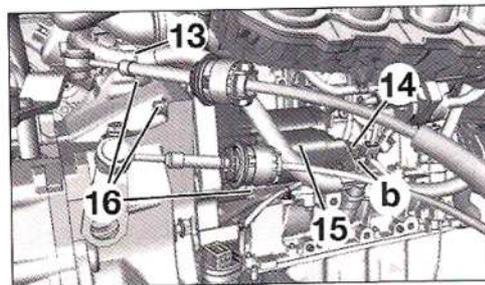

FIG. 4
- El soporte intermedio (10)
- La cubeta de filtro de aire (11)
- El cárter (12).
- Desmontar la abrazadera de sujeción (13) (Fig.4).